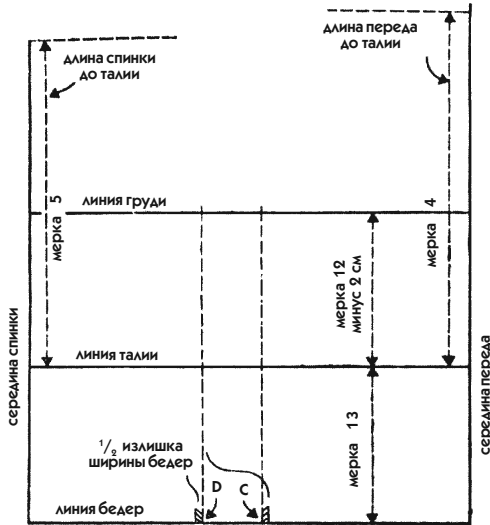

Рис. 8
Для выполнения первого задания используйте измерения, приведенные в качестве примера в скобках. Эти же цифры фигурируют и в перечне мерок на рис. 8.
2. На расстоянии 3 см от боковых краев бумаги проведите вертикальные *линии середины переда* справа и *середины спинки* слева и обозначьте их на чертеже, как это показано на рис. 8.
3. На расстоянии 5 см от нижнего края бумаги проведите горизонтально *линию бедер* от середины переда до середины спины и обозначьте ее, как на рис. 8.
- Отложите на линии бедер мерки половины обхвата переда и половины обхвата спины (точки С и D на рис. 8) и проведите через них пунктирные линии.
- Сравните эту мерку с той, что фигурирует на чертеже (52 см), и вы увидите, что надо прибавить или убавить ( $52 - 50,5 = 1,5$  см) излишки. Если есть излишек (как в данном примере), надо вычсть по половине полученной величины (по 0,75 см) от каждой боковой линии (см. заштрихованную часть у точек С и D на рис. 8).